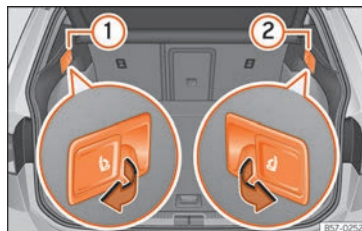

Abb. 81 Im Gepäckraum: Hebel zum Entriegeln der Rücksitzlehne.
- Ziehen Sie am Hebel zur Fernentriegelung auf der linken »» (Abb. 81) ① oder rechten ② Seite der Rückenlehne in Pfeilrichtung. Der entriegelte Teil der Rücksitzbank klappt nun automatisch nach vorn um.